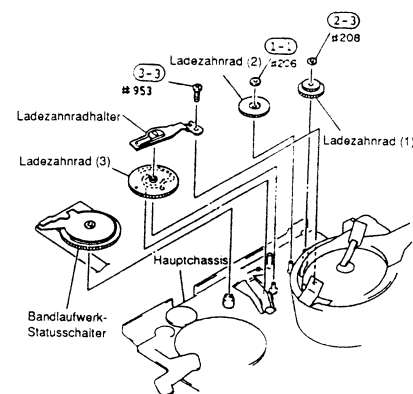
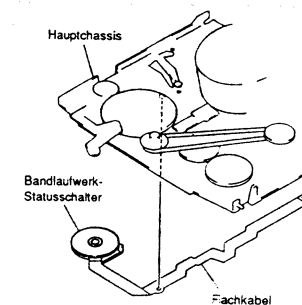

Abb. 2-66
Abb. 2-67
- Eine (1) Scheibe entfernen, mit welcher das Ladezahnrad (2) befestigt ist (siehe Abb. 2-66).
- Das Ladezahnrad (2) aus dem Hauptchassis herausziehen.
- Eine (1) Scheibe entfernen, mit welcher das Ladezahnrad (1) befestigt ist (siehe Abb. 2-66).
- Das Ladezahnrad (1) aus dem Hauptchassis herausziehen.
- Eine (1) Befestigungsschraube des Ladezahnradhalters entfernen (siehe Abb. 2-66).
- Das Ladezahnrad (3) und den Bandlaufwerk-Statusschalter aus dem Hauptchassis herausziehen.
- Das Flachkabel des Bandlaufwerk-Statusschalters aus dem Hauptchassis herausziehen (siehe Abb. 2-67).
- Hinweis: Nach dem Einbau der Ladezahnrad (1), (2), (3) und des Bandlaufwerk-Statusschalters ist die folgende Einstellung vorzunehmen.